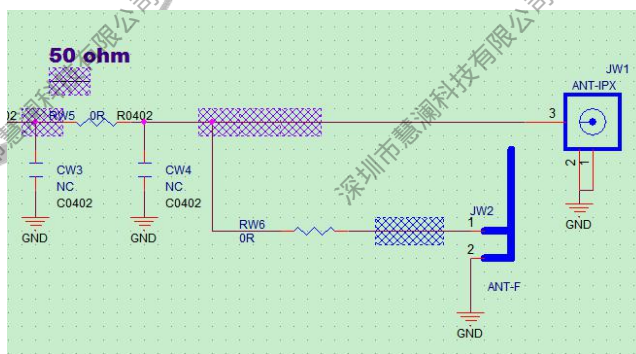

图 2-39 WiFi 天线匹配电路设计
- WiFi 的天线设计建议预留 π 型匹配电路, 便于天线的匹配调试。如图 2-39 所示: